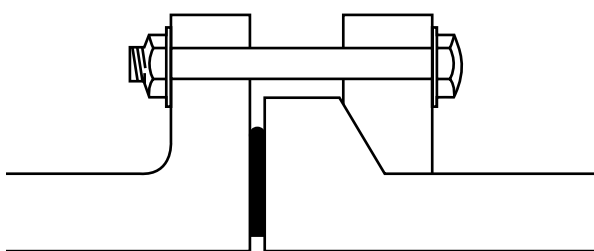

Abbildung 3-16 Losflansch mit Profil-O-Ring und Stahlring
- 2 einen Profil-O-Ring mit Stahlring für ebene Flanschoberflächen (keine Nut erforderlich), so wie in Abbildung 3-16 dargestellt.